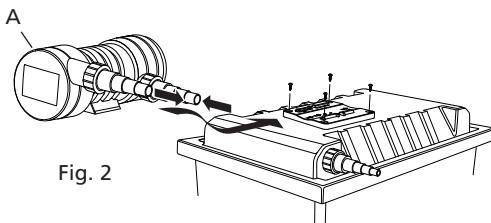

Fig. 2
3.3 Aby zamontować urządzenie należy w pierwsterz wypuścić podstawę z korpusu promiennika. Przy pomocy 4 odpowiednich wkrętów mocujących przyśrubować podstawę do powierzchni montażowej (patrz rys. 2). Nasunąć ponownie korpus na podstawę.
Oba końce urządzenia dają się łatwo obracać, co ułatwia podłączenie wody. Wylot (A) powinien znajdować się na górze, aby zapobiec gromadzeniu się powietrza wewnętrz urządzienia (patrz rys. 2 i 3).